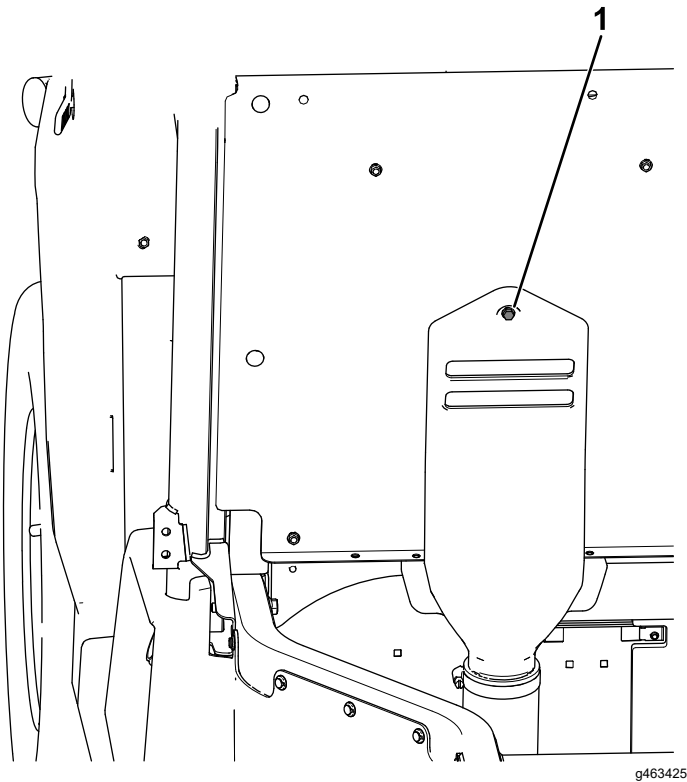

Bild 28
- F. Stecken Sie die unverlierbare Schraube, die an der CVT-Ansaughaube befestigt ist, in das Loch in der Sitzplatte (**Bild 28**).